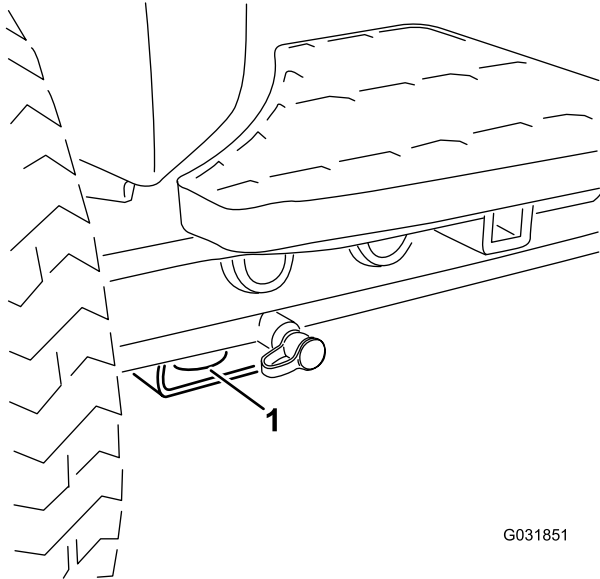

Figura 70
- Anteriore – foro nel supporto rettangolare, sotto il tubo dell'assale, all'interno delle ruote anteriori (Figura 70)